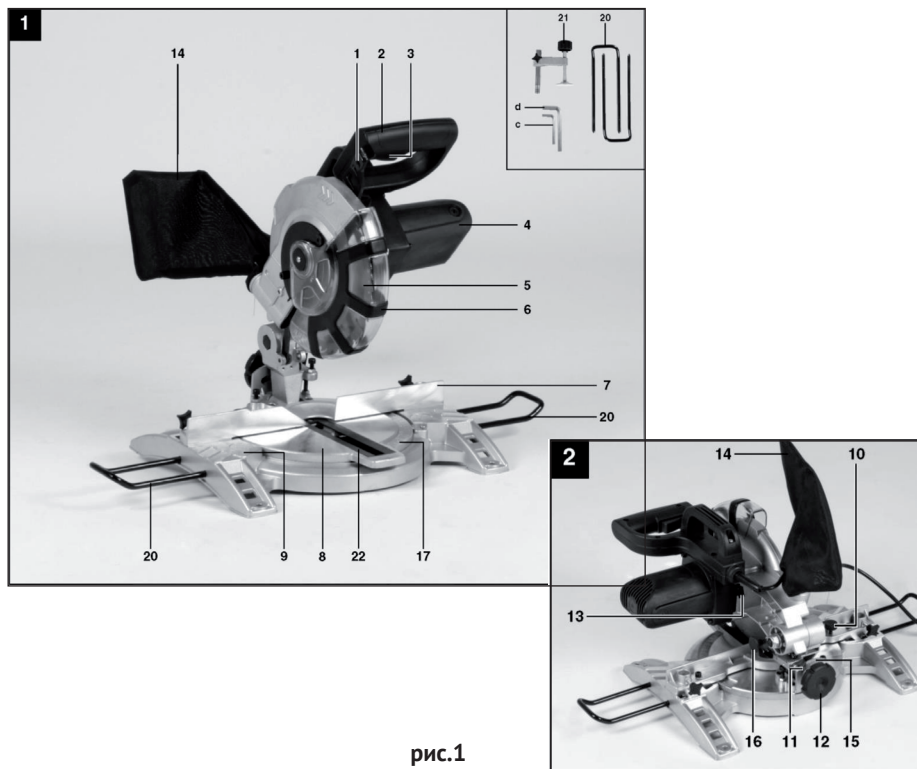

рис.1
- Основным несущим узлом режущего блока пилы является металлический редуктор, выполненный заодно с верхним защитным кожухом диска. К редуктору крепится пластиковый корпус двигателя (рис.1 поз.4), с закреплённой на нём рукояткой (рис.1 поз.2). Вертикальное перемещение режущего блока для реза обеспечивает суппорт головки режущей. Возвратная пружина на оси суппорта, возвращает режущий блок в исходное положение.
Заготовка на рабочем столе может быть повернута на угол от 0 до 45° за счёт поворотного основания (рис.1 поз.8). На основной рукоятке пилы расположены: рычаг блокировки защитного кожуха (рис.1 поз.1) и клавиша выключателя (рис.1 поз.3). Конструкция пилы позволяет осуществлять пропилы, кроме вертикальных (0 - 90°): косые пропилы материала под заданным углом от 0 до 45° относительно задней кромки заготовки в обе стороны (смещением поворотного основания) и наклонные пропилы с заданным углом (от 0 до 45°) относительно вертикальной оси влево.
Крутящий момент с якоря электродвигателя шестернёй передаётся на шпindel, соосный с двигателем. На шпindel, между опорным и прижимным фланцами крепится пильный диск (рис.1 поз.5). Диск является основным рабочим инструментом для резки выбранных материалов.
Металлическая станина (рис.1 поз.9) пилы устанавливается на ровную горизонтальную поверхность. Для крепления пилы на верстаке (рабочем столе) в ножках станины имеются 4-е крепёжных отверстия. При пилении длинных заготовок в станину крепятся 2-е дополнительные опоры (рис.1 поз.20). Распиливаемая заготовка плотно прижимается к параллельному упору (рис.1 поз.7) и крепится к рабочему столу струбциной (рис.1 поз.21).
Для отвода стружки в комплект поставки входит пылесборник, который крепится к патрубку неподвижного кожуха (рис.1 поз.14). К патрубку можно подключить промышленный пылесос.
- проверьте работоспособность выключателя электродвигателя инструмента. Не подключая пилу к электросети, нажмите и отпустите клавишу выключателя (рис.1 поз.3) – она, без задержки, должна возвратиться в исходное положение;
- проверьте состояние и надёжность крепления подвижного защитного кожуха (рис.1 поз.6), чёткость его срабатывания. Запрещается работать пилой, подвижный защитный кожух которой неисправен или повреждён;
Пила поставляется собранной за исключением: дополнительных упоров (рис.1 поз.20), пылесборника.
Установить пилу на ровной твёрдой поверхности верстака (рабочего стола). В целях уменьшения вибрации пилы рекомендуется закрепить станину (рис.1 поз.9) к верстаку, используя крепёжные отверстия в ножках.
Разблокировать пилу из транспортировочного (нижнего) положения, вынув фиксатор вертикального перемещения режущего блока (рис.1 поз.16). При этом режущий блок возвратной пружиной повернётся в верхнее (рабочее) положение.
При пилении длинных заготовок, установить в станину опоры дополнительные (рис.1 поз.20) и зафиксировать их винтами (рис.3 поз.20).
На патрубок пылеотвода установить пылесборник (рис.1 поз.14) (входит в комплект поставки) или подключить промышленный пылесос.
- разблокировать подвижный защитный кожух (рис.1 поз.6) рычагом (рис.1 поз.1);
- включение пилы осуществляется нажатием на клавишу выключателя (рис.1 поз.3);
- снять со шпинделя прижимной фланец (рис.6 поз.31), пыльный диск (рис.1 поз.5) и опорный фланец;
Для регулировки поворотного стола (рис.1 поз.8) ослабьте фиксатор поворота угла рабочего стола (рис.1 поз.10) примерно на 2 оборота, при этом поворотный стол начнёт вращаться.
Поворотный стол имеет точки фиксации на углах 0°, 5°, 10°, 15°, 22,5°, 30°, 35°, 40°, 45°. После установки поворотного стола в надлежащем положении, его необходимо дополнительно зафиксировать фиксатором поворота угла рабочего стола (рис.1 поз.10).
Режущий блок пилы можно повернуть влево или вправо на 45°, ослабив рукоятку-фиксатор (рис.1 поз.12).
Опустить режущую головку пилы и зафиксировать с помощью фиксатора вертикального перемещения режущего блока (рис.1 по.16).
Зафиксировать поворотное основание (рис.1 поз.8) в положении  $0^{\circ}$ .
Проверить расположение указателя угла (рис.2 поз.11). При необходимости ослабить указатель с помощью крестообразной отвёртки, установить  $0^{\circ}$  положение на шкале угла (рис.1 поз.15) и снова затянуть фиксирующий винт.
Ослабить рукоятку-фиксатор (рис.1 поз.12) и наклоните режущий блок пилы влево на  $45^{\circ}$ , используя рукоятку (рис.1 поз.2).
### 3.8 Поперечный пропил $90^{\circ}$ и поворот стола на $0^{\circ}$ (рис.1)
Нажать на клавишу выключателя (рис.1 поз.3) для включения пилы.
После включения пилы дождитесь, пока пильный диск (рис.1 поз.5) наберет максимальную скорость.